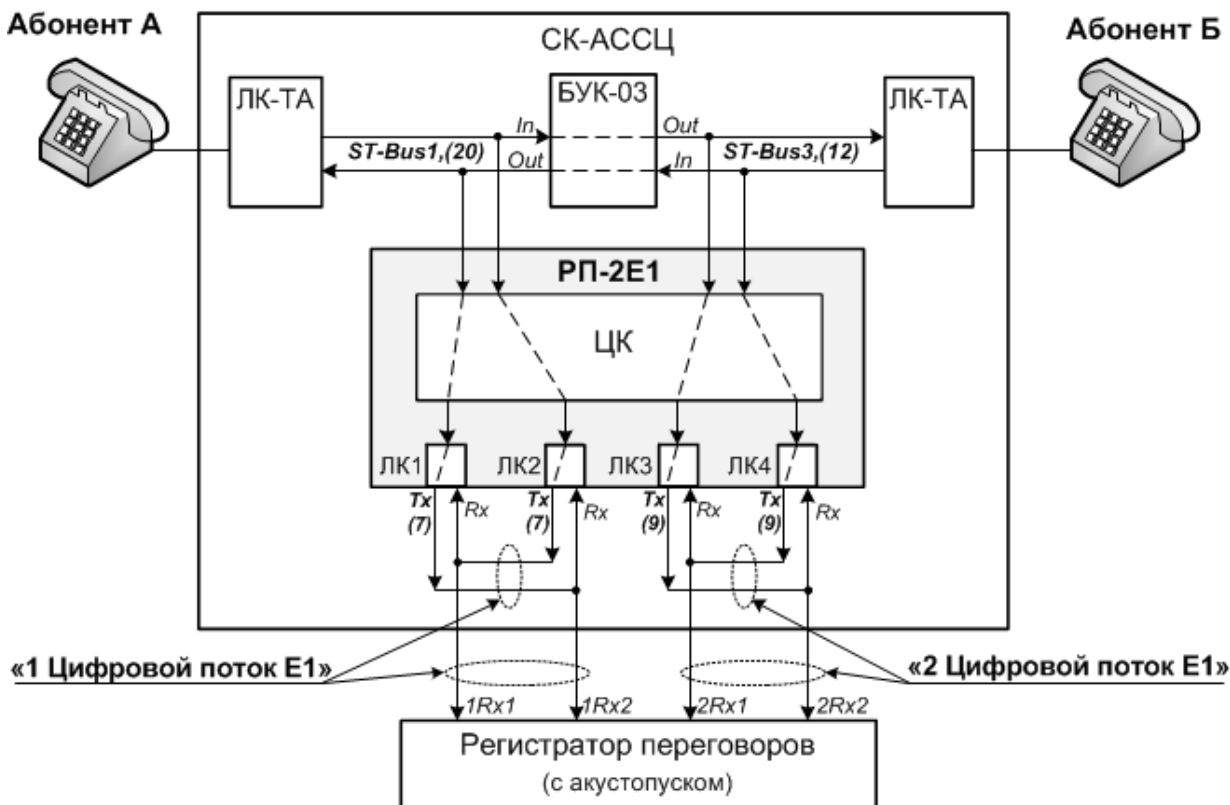

Рисунок 3
1.1.5.11.1 ТЭЗ РП-2Е1-01 содержит цифровой коммутатор и четыре линейных комплекта ЛК-Е1 (см. рисунок 3).
1.1.5.11.2 В соответствии с конфигурацией ТЭЗ РП-2Е1-01 цифровой коммутатор подключается к регистрируемым «In» и «Out» каналам ST-Bus (см. рисунок 3) и передает полученные из каналов данные в соответствующие ЛК-Е1.
1.1.5.11.3 ЛК-Е1 в ТЭЗ РП-2Е1-01 функционально подразделяются на две пары: первая – «ЛК1» и «ЛК2», вторая – «ЛК3» и «ЛК4» (см. рисунок 3). Каналы «In» передаются на четные ЛК-Е1 («ЛК2» или «ЛК4»), а каналы «Out» – на нечетные ЛК-Е1 («ЛК1» или «ЛК3»).
1.1.5.11.4 В соответствии с конфигурацией ТЭЗ РП-2Е1-01 цифровой коммутатор подключается к регистрируемым «In» и «Out» каналам ST-Bus (см. рисунок 3) и передает полученные из каналов данные в соответствующие ЛК-Е1.